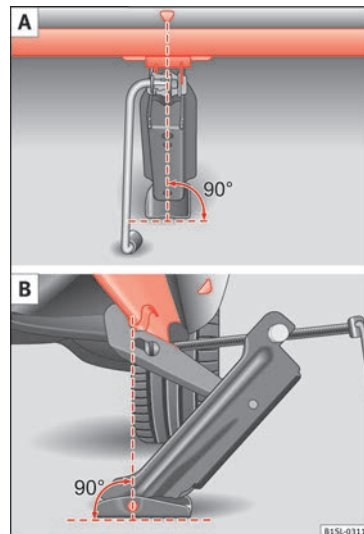

Fig. 56 Cric posizionato nella parte posteriore sinistra del veicolo.
- Collocare il cric esclusivamente nei luoghi indicati. La pinza del cric deve essere fissata racchiudendo la nervatura del rinforzo del sottoscocca » **fig. 56.**